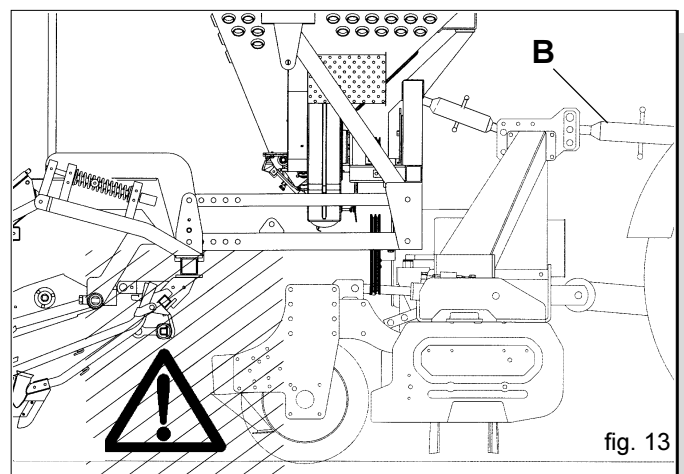

fig. 13
- 4) Prima di sollevare l'attrezzatura, affinché si agganci alla seminatrice, verificare che non ci siano o si possono verificare interferenze tra organi meccanici delle due macchine. In modo particolare controllare la zona tra il rullo posteriore ed i bracci degli assollatori (Fig. 13).
- 7) Abbassare il sollevatore mettendo le attrezzature combinate in posizione di lavoro, verificare che tutti gli organi seminanti siano liberi di oscillare, come pure le ruote motrici e l'erpice copriseme. Controllare che l'attrezzatura sia in posizione corretta, perpendicolare al terreno, eventualmente agire sul terzo punto dell'attrezzatura (B Fig. 13).